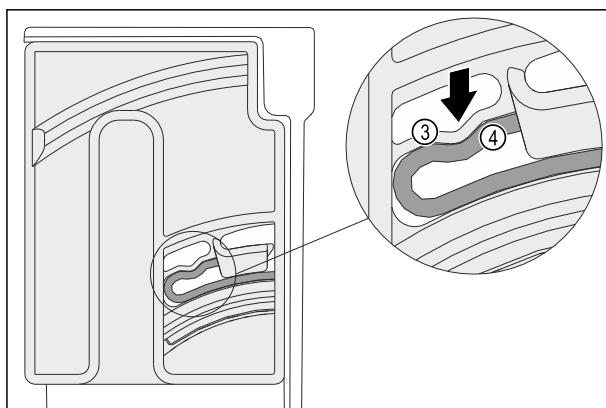

Fig. 128
- Еластичният елемент Fig. 128 (3) на завъртащото устройство се фиксира с щракване в кръглата форма на реброто Fig. 128 (4).